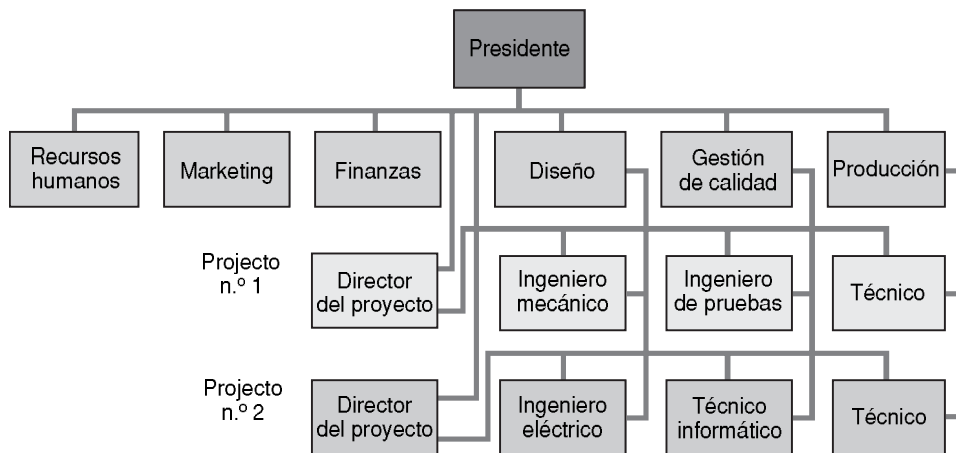

FIGURA 3.2 ■ Ejemplo de una organización del proyecto
En la Figura 3.2 se muestra un ejemplo de una organización. Los miembros del equipo del proyecto se asignan temporalmente al proyecto, e informan al director del proyecto. El director del proyecto coordina sus actividades con otros departamentos, e informa directamente a la alta dirección. Los directores de proyecto tienen una gran notoriedad en la empresa y son responsables directos de conseguir (1) que todas las actividades necesarias se terminen en la secuencia adecuada y en los plazos fijados; (2) que el proyecto cumpla el presupuesto; (3) que el proyecto alcance las metas de calidad, y (4) que las personas asignadas al proyecto reciban la motivación, dirección e información necesarias para la realización de sus tareas. Esto significa que los directores de proyectos deben ser buenos asesores y comunicadores, y deben ser capaces de organizar actividades provenientes de diferentes disciplinas.